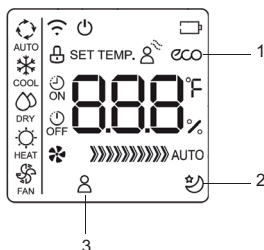

fig. 6 -
- Fonctionnement ECO** (réf 1 - "fig. 6 -"). (L'affichage de l'unité intérieure lit « E - C - O » avec les lettres qui apparaissent l'un après l'autre, suivie d'une indication de la température). La fonction « économie d'énergie » est exclusivement activée en mode COOL, en appuyant sur le bouton « ECO ». Si la température de consigne est inférieure à 24 °C, l'activation du mode « ECO » le point de consigne de température est modifiée automatiquement à 24 °C et la vitesse du ventilateur sur « Auto » pour économiser l'énergie. Si la température de consigne est supérieure à 24 °C, l'activation du mode « ECO » le point de consigne de température ne change pas et la vitesse du ventilateur est sur « Auto ». Pour quitter le mode de fonctionnement « ECO », appuyez sur le bouton « ECO », ou sélectionner un autre mode de fonctionnement, ou abaisser le point de consigne de la température à une valeur inférieure à 24 °C.
- Fonctionnement SLEEP** (réf.2 - "fig. 6 -") Maintenez enfoncé le bouton «ECO» pendant 2 secondes pour activer le mode «SLEEP» mis en évidence par le symbole correspondant à l'écran. La température de consigne augmente (fonctionnement en mode froid « COOL ») ou diminue (fonctionnement en mode chaud « HEAT ») de 1°C à des intervalles prédéterminés pour un maximum de 2°C. La fonction SLEEP se termine automatiquement après 8 heures et l'unité continue à fonctionner tout en maintenant le dernier point de consigne. La fonction n'est pas disponible dans le mode de fonctionnement « FAN » (ventilation) et « DRY » (déshumidifier).
- Fonctionnement « FOLLOW ME »** (réf.3 - "fig. 6 -"). Peut être activé en fonctionnement HEAT - AUTO - COOL. La télécommande envoie automatiquement au climatiseur le signal de température locale lu par la télécommande toutes les 3 minutes. Cette température est prise comme référence pour le contrôle de la machine. Il est nécessaire que la télécommande et l'appareil puissent transmettre et recevoir le signal entre eux. Si le climatiseur ne reçoit pas le signal de la télécommande pendant 7 minutes, il cessera de prendre en compte cette valeur et recommence à utiliser la valeur lue par la sonde de la machine.